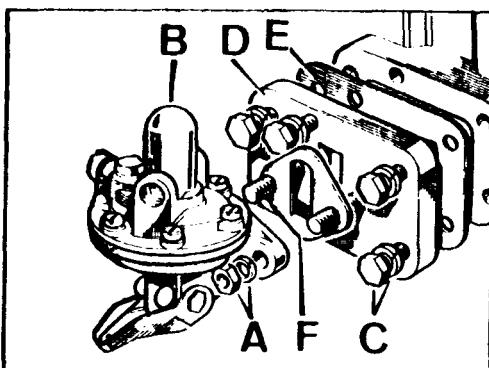

Fig. A1-33 Desmontaje de la bomba de alimentación
- 1.3. Desmontar las tuercas y arandelas, A (Fig. A1-33) y extraer la bomba, B, con su junta, F.
- 1.4. Cuando sea preciso desmontar la tpa lateral, se soltarán los tornillos, C (Fig. A1-33) y se desmontará en conjunto, la tapa lateral, D, y la bomba, B, con su junta, F, separando luego la bomba de la tapa, en la forma indicada anteriormente.
- 2.1. Proceder en orden inverso a desmontaje, aplicando en ambas caras de las juntas, E y F (Fig. A1-33) una capa de pasta Lock de Krafft. Una vez terminado el montaje, se limpiará la pasta sobrante con un trapo.